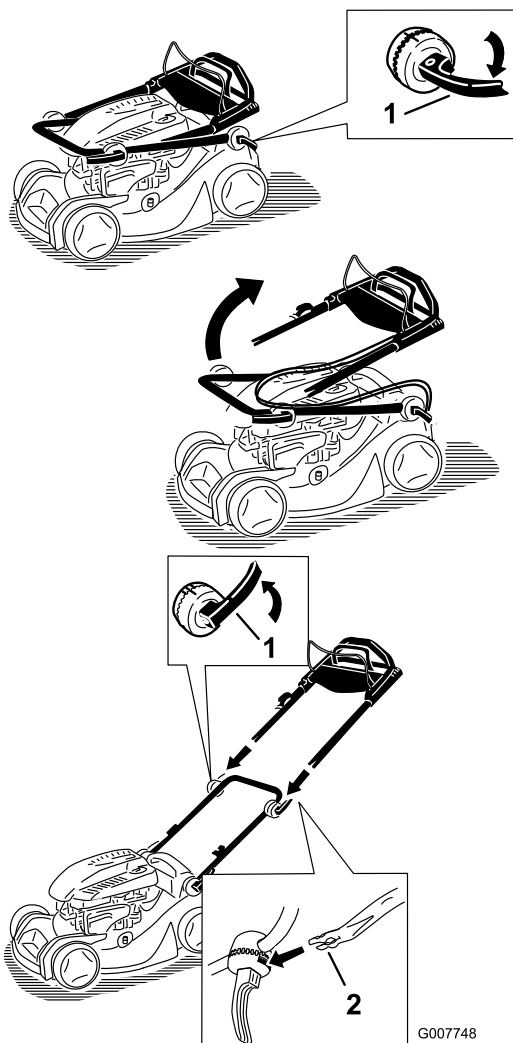

Figura 3
1. Sbloccate i dispositivi di fermo della stegola, spostate le sezioni della stegola in posizione di lavoro, agganciate la stegola superiore con la stegola inferiore e bloccate i dispositivi di fermo (Figura 3).